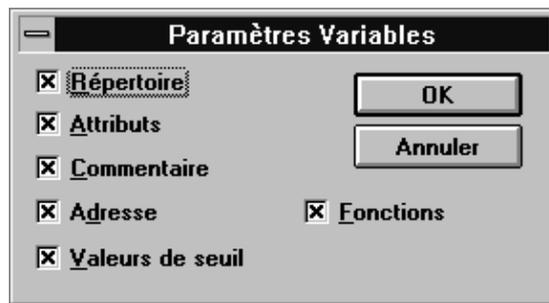

Figure 15-2 La boîte de dialogue Paramètres pour le chapitre Variable
- Paramètres* Les paramètres sont spécifiques à chaque type d'objet. Un objet d'un type d'objet est composé de diverses parties lors de la configuration. Certains réglages sont facultatifs, d'autres sont obligatoires. Vous pouvez indiquer si vous voulez imprimer toutes les parties d'un objet ou seulement les parties sélectionnées. La figure 15-2 donne comme exemple la boîte de dialogue dans laquelle vous pouvez entrer les paramètres pour les variables.